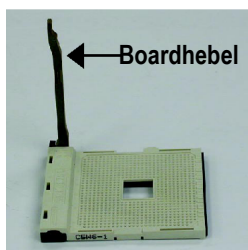
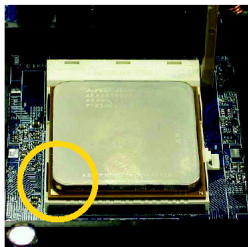

Abbildung 1.
Abbildung 2.
- Schritt 1-1. Zuerst überprüfen Sie die Prozessor Pins um zu sehen, ob keine davon verbogen sind. Bewegen Sie den Boardhebel zu der gelösten Position, wie auf Abbildung 1 gezeigt. (90 Grad zu dem Plan des Motherboards) vorrangig um den Prozessor zu platzieren. Die Position von Pin 1 ist auf dem Prozessor durch ein kupfernes Dreieck gekennzeichnet, das mit dem Dreieck auf dem Board übereinstimmt, wie Abbildung 2 zeigt. Führen Sie den Prozessor zum Board und befestigen Sie ihn vorsichtig. Den Prozessor nicht mit Gewalt anbringen.